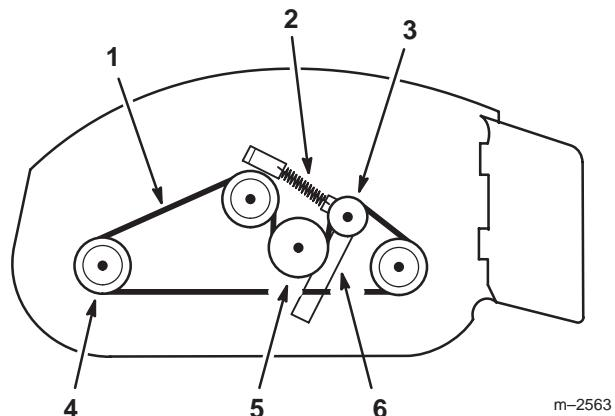

Figure 30
- Installez une courroie neuve sur les trois poulies d'axe, la poulie de sortie du boîtier d'engrenages et la poulie de tension du plateau de coupe (Fig. 30).
- Raccrochez le ressort du bras de renvoi (Fig. 30).